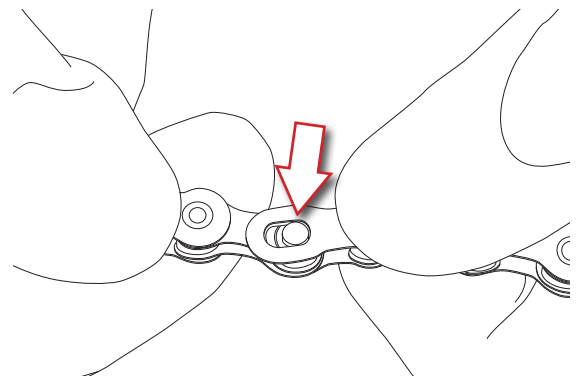

Abb.8
- Setzen Sie die Stifte in den Bereich mit dem größten Durchmesser der Ösen des C-Link™ ein (Abb. 8).